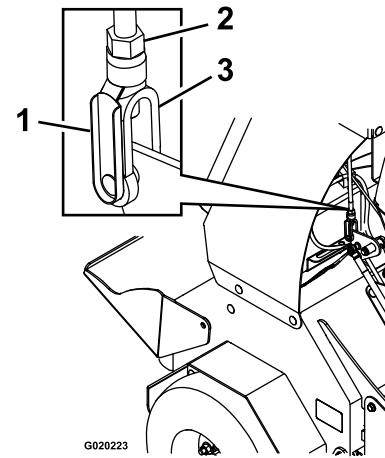

Figura 57
- B. Retire el pasador de muelle del conector de horquilla del acoplamiento de la palanca de control de tracción (Figura 57).
- Si la palanca de control **toca la barra de referencia**, gire el conector de horquilla (Figura 57) en sentido antihorario (visto desde la parte superior de la máquina).
- Si la palanca de control **no toca la barra de referencia**, gire el conector de horquilla (Figura 57) en sentido horario.
- D. Instale el pasador de muelle (Figura 57) y mueva la palanca de control hacia adelante.
- F. Retire el pasador de muelle, gire el tensor en sentido horario una vuelta más e introduzca el pasador de muelle (Figura 57).